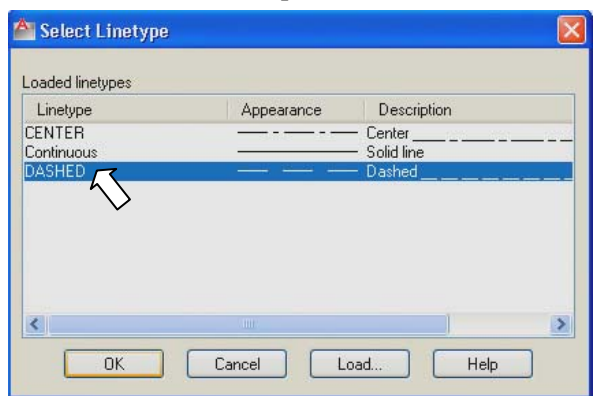

Рис. 4.10. Диалоговое окно выбора типа линии для объектов слоя «Штриховые» после загрузки типа линии **DASHED**
5. Щелкните в ячейке на пересечении столбца **Linetype** (Тип линии) и строки создаваемого слоя. Появится диалоговое окно **Select Linetype** (Выбор типа линии) (рис. 4.10). Если в таблице этого поля имеется строка, содержащая нужный тип линии, то отметьте ее и щелкните мышью на кнопке **OK** для возврата в диалоговое окно диспетчера слоев. В противном случае выполните загрузку нужного типа линии в чертеж.